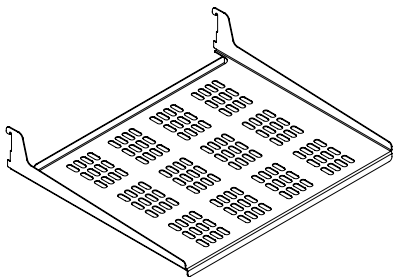

Figura 35
(2) estantes en voladizo de chapa metálica perforada (vea la Figura 35).